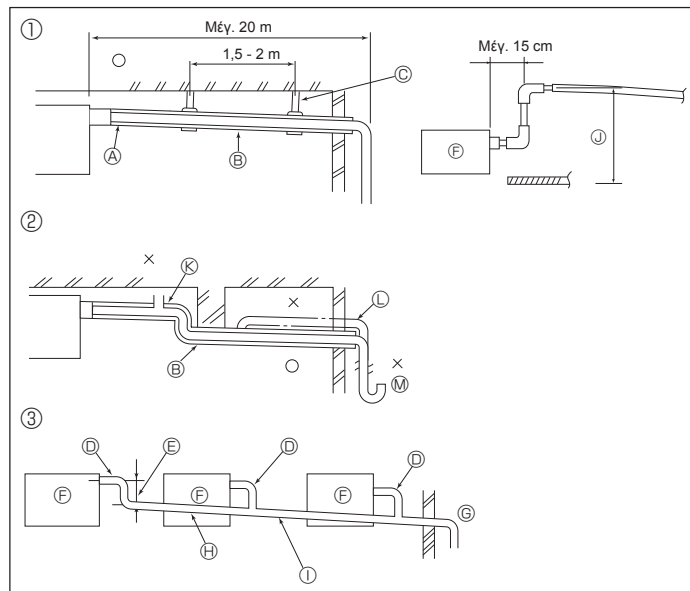

Fig. 5-1
5.1. Εργασίες Σωληνώσεων Αποχέτευσης (Fig. 5-1)